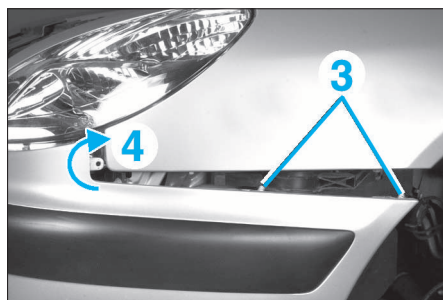

FIG. 21
- Dégager les ergots (3) (Fig.21) du bouclier en l'abaissant au niveau des ailes avant.
- Déverrouiller les agrafes avant (4) par rotation.